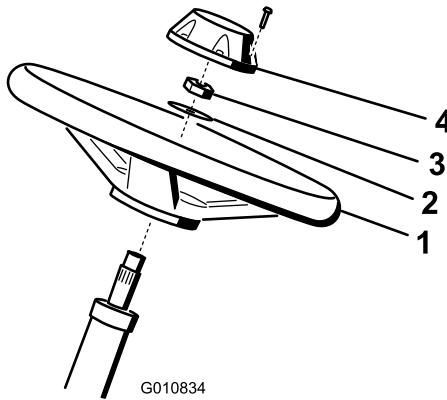

Figure 4
1. Glissez le volant sur l'arbre de direction (Figure 4).
2. Glissez la rondelle sur l'arbre de direction (Figure 4).
3. Fixez le volant sur l'arbre au moyen d'un écrou de blocage serré à un couple de 27 à 35 N·m (Figure 4).
4. Fixez le couvre -moyeu au volant avec une vis (Figure 4).